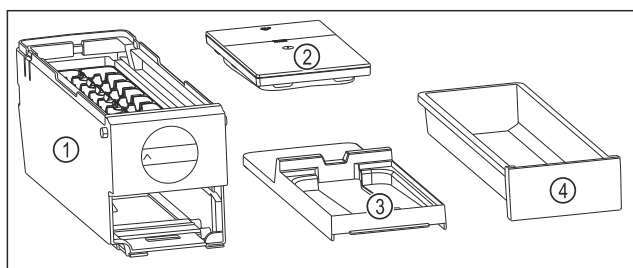

Fig. 147 Composants de l'EasyTwist-Ice
- ▷ L'EasyTwist-Ice est démonté en quatre parties. (voir Fig. 147)
- ▶ Ne démonter l'EasyTwist-Ice que de la manière illustrée. (voir Fig. 147)
- ▶ Nettoyer le corps de l'EasyTwist-Ice Fig. 147 (1) dans son ensemble.